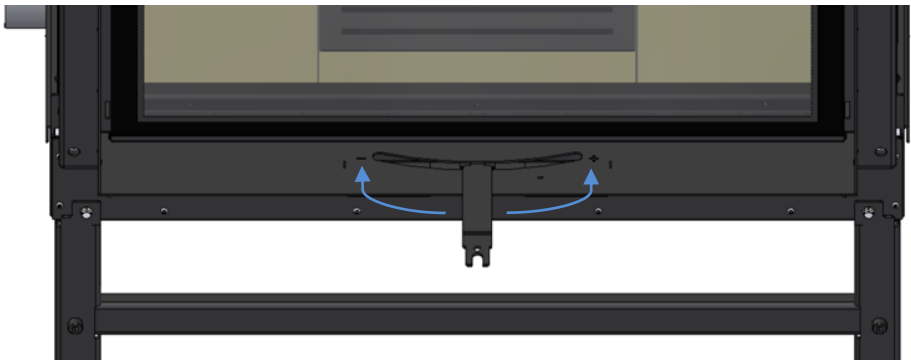

Figura 35
Para abrir los registros de aire – Deslice el regulador hacia el lado derecho (referenciado con el símbolo "+") con la llave que viene en el equipo, durante la fase de iluminación y mayor consumo de leña, ver Figura 35.
- a) Abra el regulador del aire de combustión, mueva el regulador de combustión a la posición “+” (véase la Figura 35).